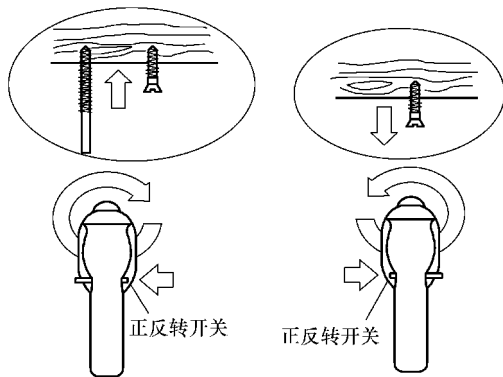

图 4-10 应用图例
- 19) 有的电钻的速度可调, 有的还具有反向旋转的功能, 另外, 电钻还可以与许多配件配合使用。因此, 使用电钻时需要根据具体的电钻来使用以及了解一些注意事项。例如改变电钻转向的操作方法如下: 如果按住了起停开关, 则无法改变转向。使用正反转开关可以改变电钻的转向。正转适用于正常钻和转紧螺钉。反转适用于放松/转出螺钉和螺母, 图例如图 4-10 所示。